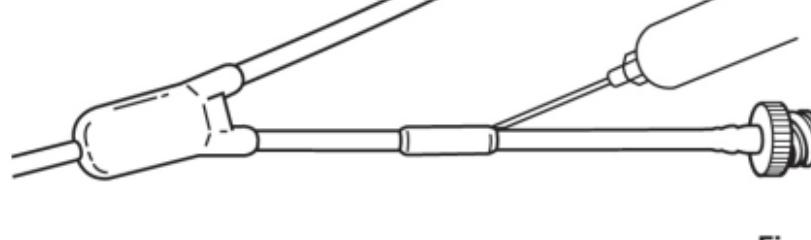

Fig. 16
7. Geben Sie Klebstoff in beide Enden der Manschette (Fig. 16). Wischen Sie überschüssigen Klebstoff ab.